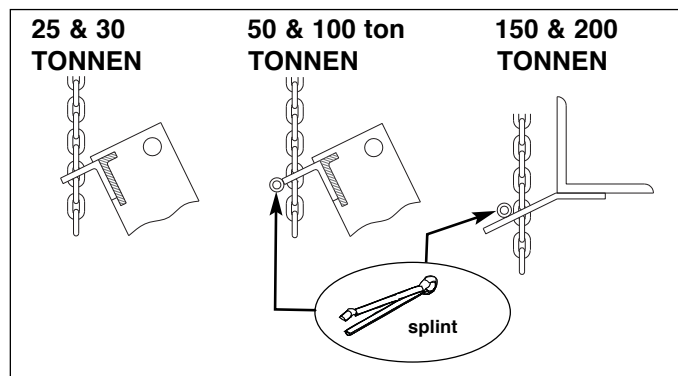

Abb. 1, Kette und Hebehaken.
1. Um den Presskolben vollständig auszufahren, Hydra-Lift® oder Handpumpen-Löseventil (I) öffnen.
2. Hebekette (J) in den Hebehaken am Pressentisch einhängen (siehe Abb.1). Splint einbauen (nur 50-, 100-, 150- und 200-Tonnen-Modelle).